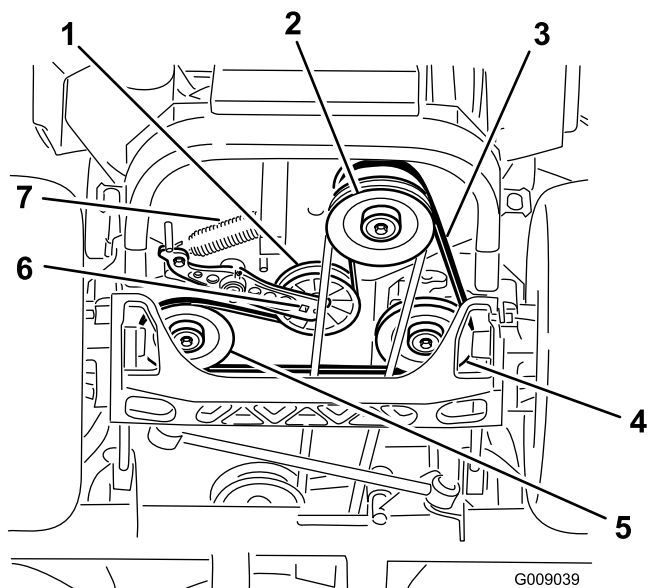

Figure 84
- Soulevez la machine sur des chandelles (Figure 84).
5. Insérez un rochet dans le trou carré du bras de la poulie de tension pour déposer le ressort de la poulie de tension (Figure 84).
6. Décrochez le ressort de la poulie de tension du châssis (Figure 84).
9. Insérez un rochet dans le trou carré du bras de la poulie de tension pour installer le ressort de la poulie de tension sur le châssis (Figure 84).